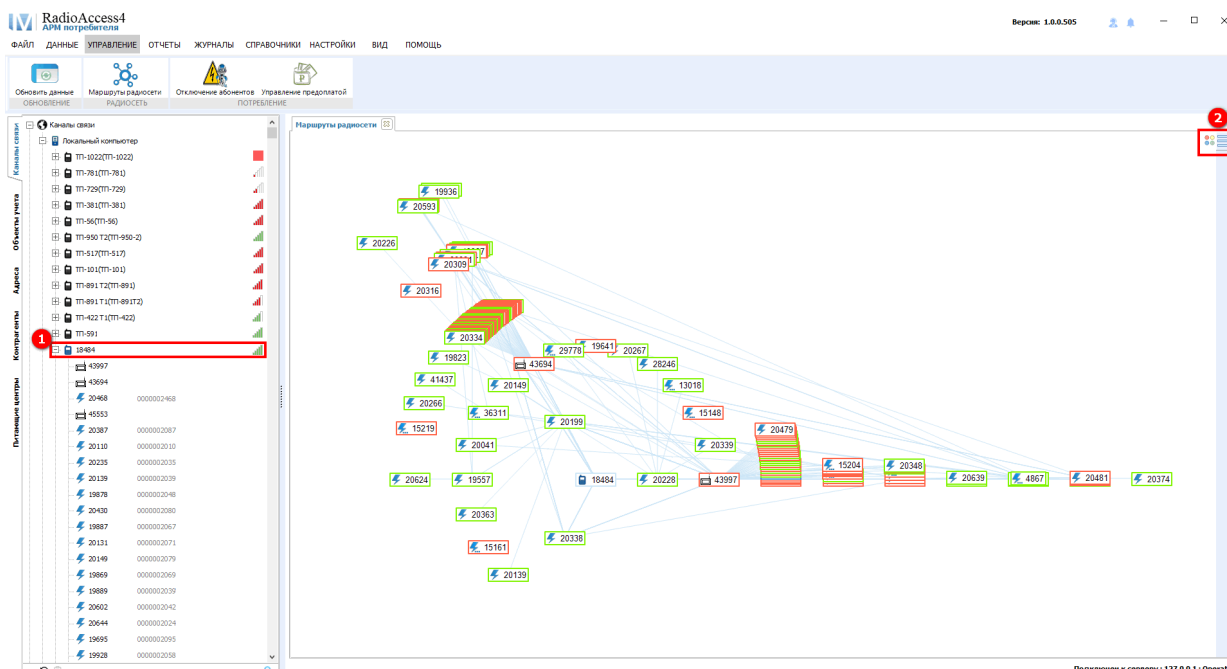

Рисунок 136 – Маршруты радиосети
Подраздел **Маршруты радиосети** меню **Управление** предназначен для построения и отображения маршрутов всех опрашиваемых приборов канала связи, с указанием ретрансляторов, а также приборов учета, используемых в качестве ретрансляторов. Для построения сети маршрутов необходимо в дереве **Каналы связи** выбрать канал связи (1) (см. рисунок 136). В окне появится графическая схема путей маршрутов всех опрашиваемых приборов учета выбранного канала связи.